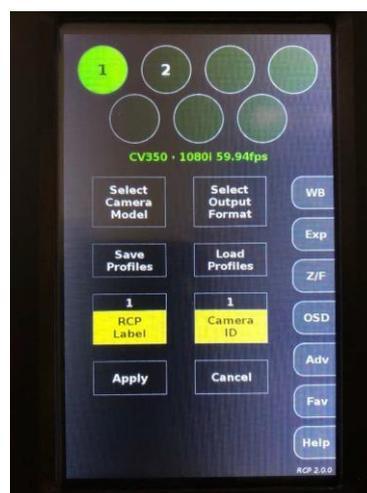

図 3
- RCP ユニット上部画面の最初のカメラ割り当て(丸印)を長押し(4~5 秒)して、カメラモデルを選択し、出力フォーマットを選択し、RCP Label ID を割り当て、カメラ ID 番号を 1 に割り当てます。カメラの OSD メニューの DISPLAY CONTROL > CAM ID > 1 で一致させます。RCP のカメラモデルを使用するカメラに対応するように割り当て、“Apply”を押しします(図 3 参照)。セットアップする複数のカメラで 2、3、4、5、6、7 を使用します。